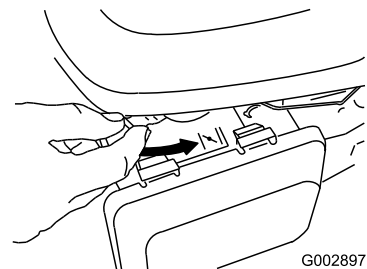

Figura 21
3. Mueva la palanca del estérter a la posición Estárter (Figura 21).